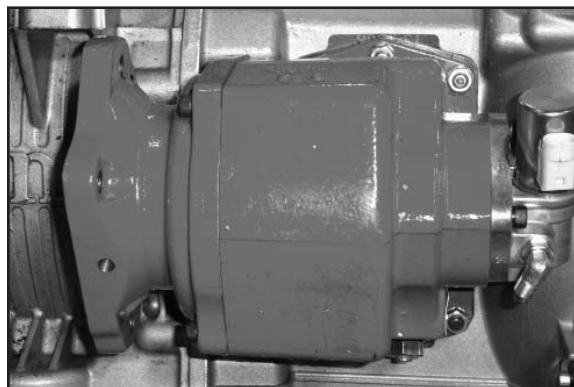

Fig. 7
7. Instale los demás pernos. Apriételos todos con un par de 40 - 50 Lbs.-pie (54 - 68 N.m. o 5,5 - 6,9 Kg.m) (**Fig. 7**).